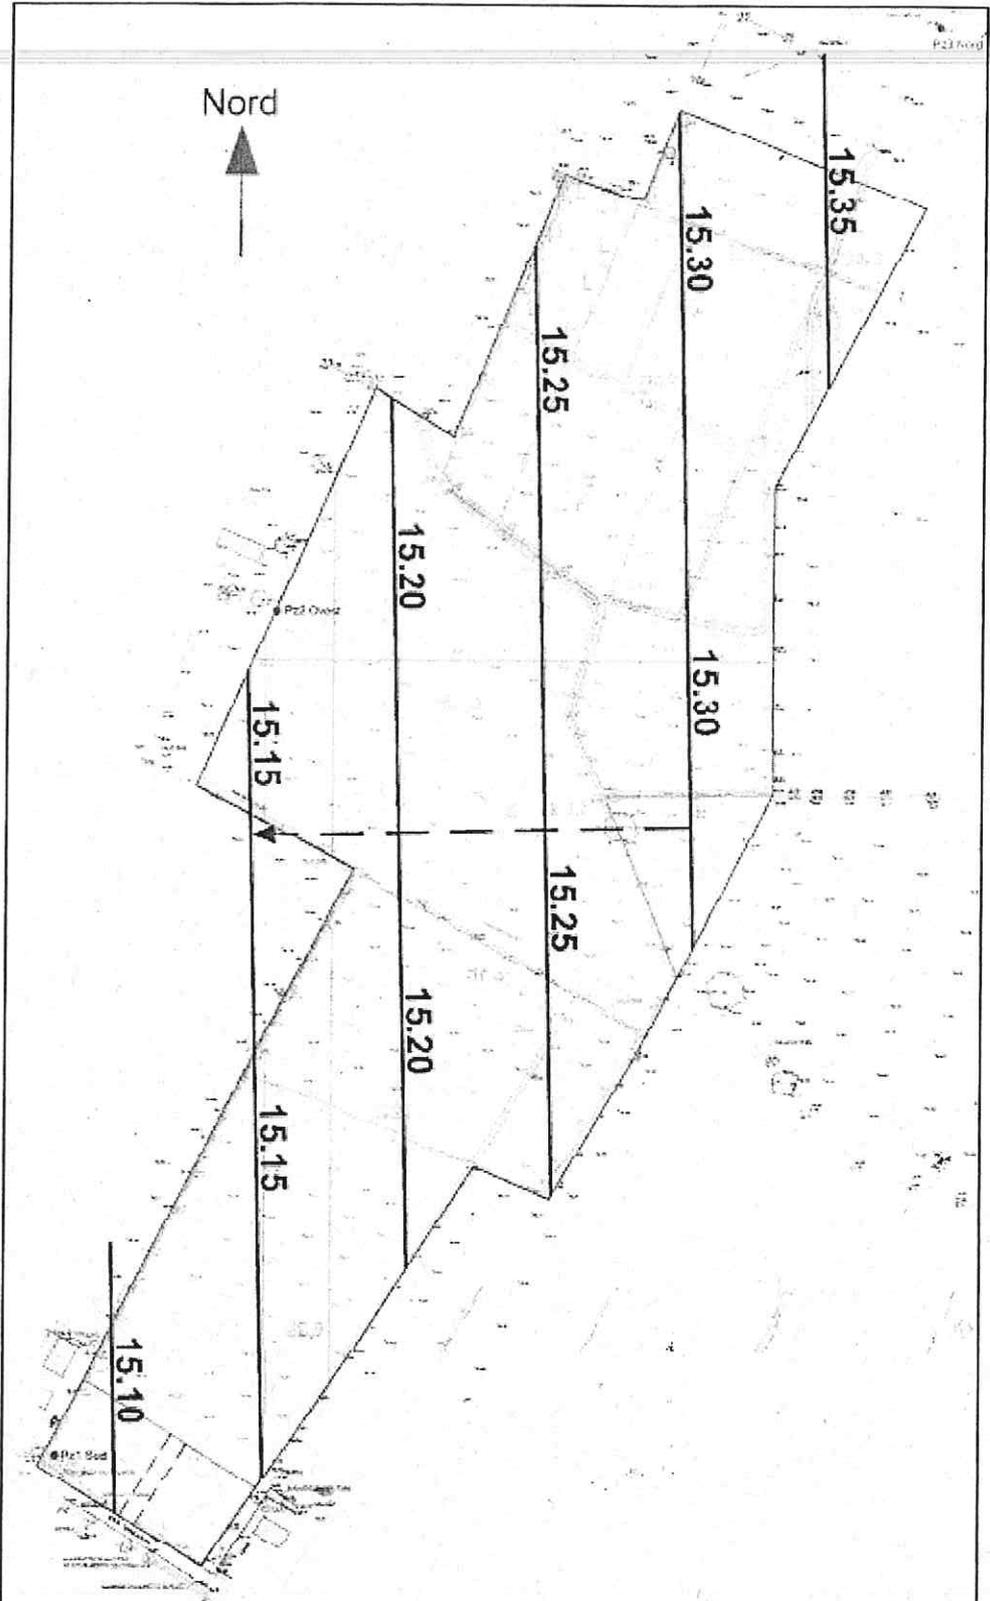

Figura 1: Andamento piezometrico (quote assolute m.s.l.m.) della falda superficiale nell'area di cava (in retinato).
Una cava di ghiaia, dovrà essere coltivata uniformemente mediante dragaggio sino alla profondità di - 25 m dal p.c., intercettando un acquifero freatico omogeneo delimitato alla base da un aquitard argilloso sub-orizzontale posto a - 30 m di profondità dal p.c., al cui interno circola una falda libera avente andamento piezometrico secondo quanto rappresentato in figura 1, si chiede di calcolare:
1. la portata della falda nell'area di cava (figura 1) sapendo che K (coefficiente medio di permeabilità dell'acquifero) è uguale a 10^{-3} m/sec.